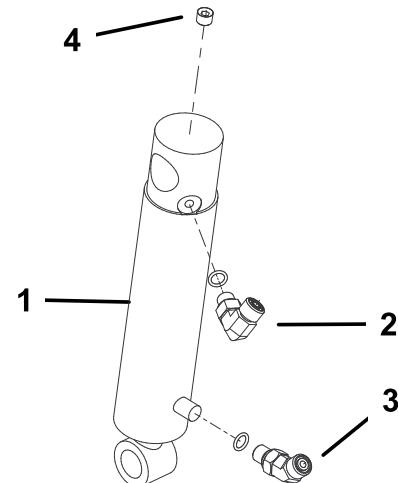

Figura 11
1. Enrosque un acoplamiento de 90 grados en el orificio superior del cilindro hidráulico. Posicione el acoplamiento según se muestra en Figura 11. Nota: Asegúrese de lubricar todas las juntas tóricas y de posicionarlas correctamente en los acoplamientos antes de la instalación.
2. Enrosque un acoplamiento de 45 grados en el orificio inferior del cilindro hidráulico. Posicione el acoplamiento según se muestra en Figura 11.